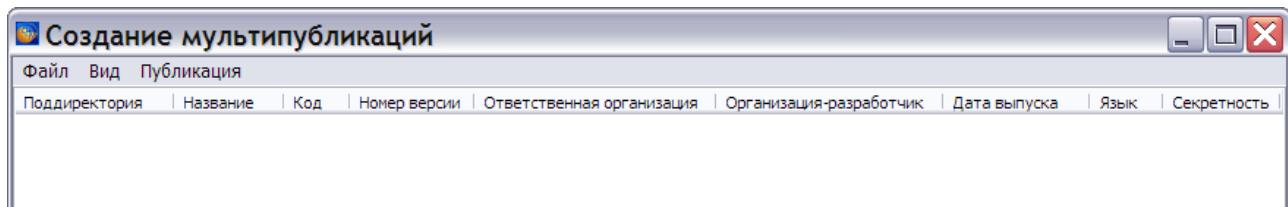

Рис. 209
3. Запустите файл утилиты *TGMultipubCreator.exe*. После этого откроется окно **Создание мультипубликаций** (Рис. 209).